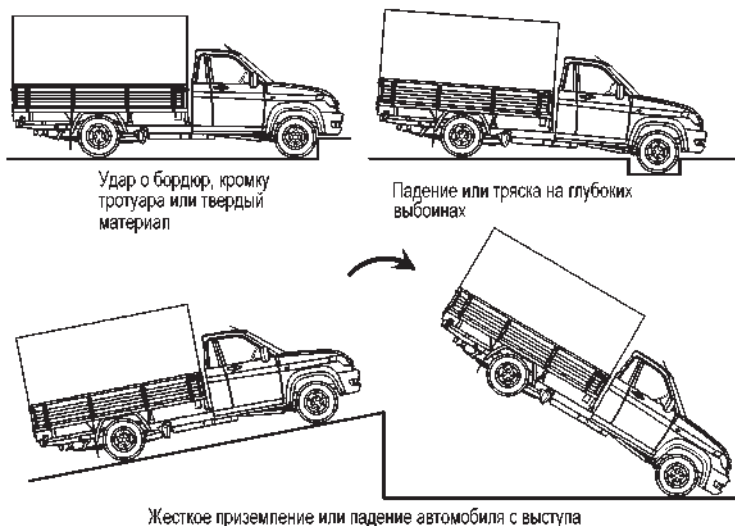

Рис. 3.34. Примеры ситуаций со срабатыванием системы пассивной безопасности водителя и переднего пассажира
– в случае достаточного по силе удара, воздействующего на автомобиль спереди, некоторые примеры показаны на (рис. 3.34).